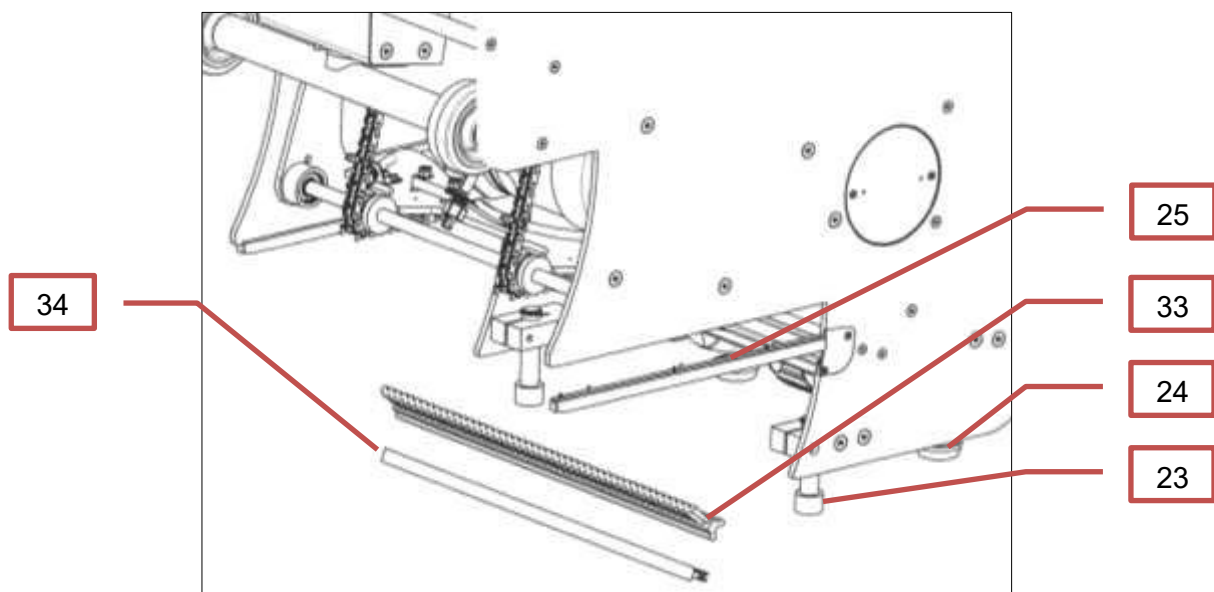

Bild 19 Dichtleiste / Gleitschiene
- Reinigen und leichtes Einölen der ausgefahrenen Stellantriebe (22).
- Dichtleiste (34) prüfen, ggf. erneuern (Bild 19: Dichtleiste / Gleitschiene).
- Ketten (35) auf Spannung prüfen und, falls nötig, mit Kettenspanner spannen
- Ketten (35) reinigen und mit einem Kettenspray einsprühen.
- Sprühdüsen (36) prüfen, ggf. reinigen.
- Gleitschienen (25) rechts und links prüfen. Bei Verschleiß erneuern (Bild 19: Absaugwanne / Dichtleiste).
- Abstreifbürste (33) und Dichtleiste (34) nach entfernen des Deckels (3) durch die Öffnung (4) wechseln (siehe Kapitel 3.2: Bürsten montieren)